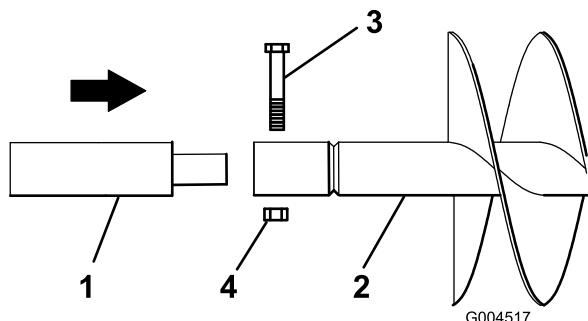

Figura 6
- Se utilizzate un'estensione con la trivella, inserite l'estremità dell'estensione nell'estremità della trivella e fissate quest'ultima all'estensione con un bullone (7/8 x 4-1/2 poll.) e un dado (7/8 poll.) (Figura 6).